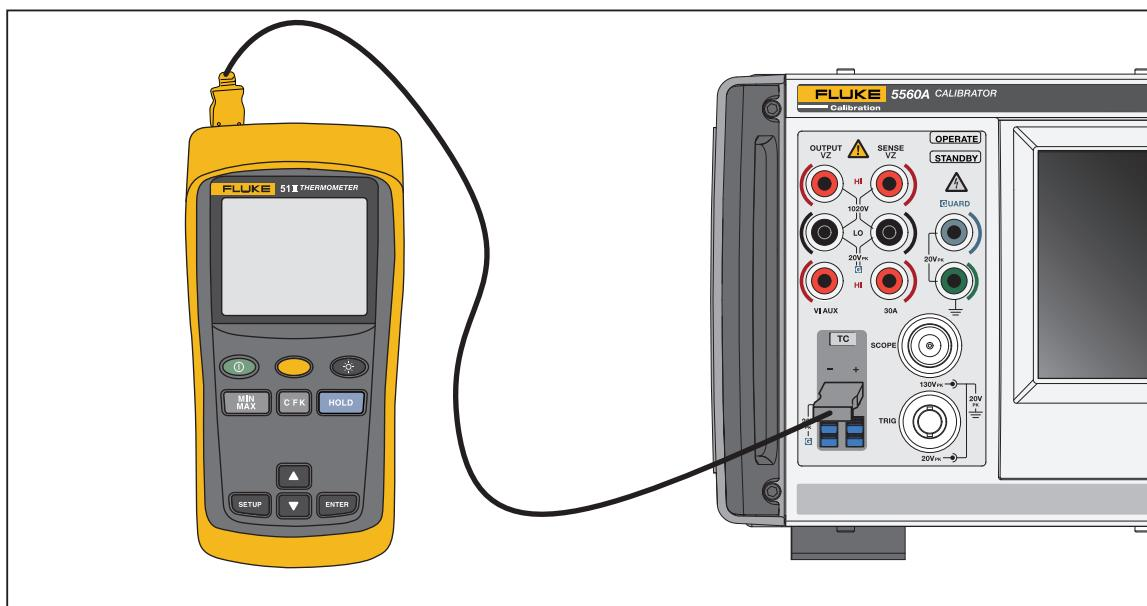

Рисунок 14. Кабельные соединения для проверки термометра серии 50
- Подключите термометр Fluke 51 к Калибратору, используя соответствующий соединительный кабель (Рисунок 14). Материал соединительного кабеля и миниразъема должен соответствовать типу термопары. Например, если тестируется термопара типа K, то кабель и миниразъем должны подходить для термопары типа K.